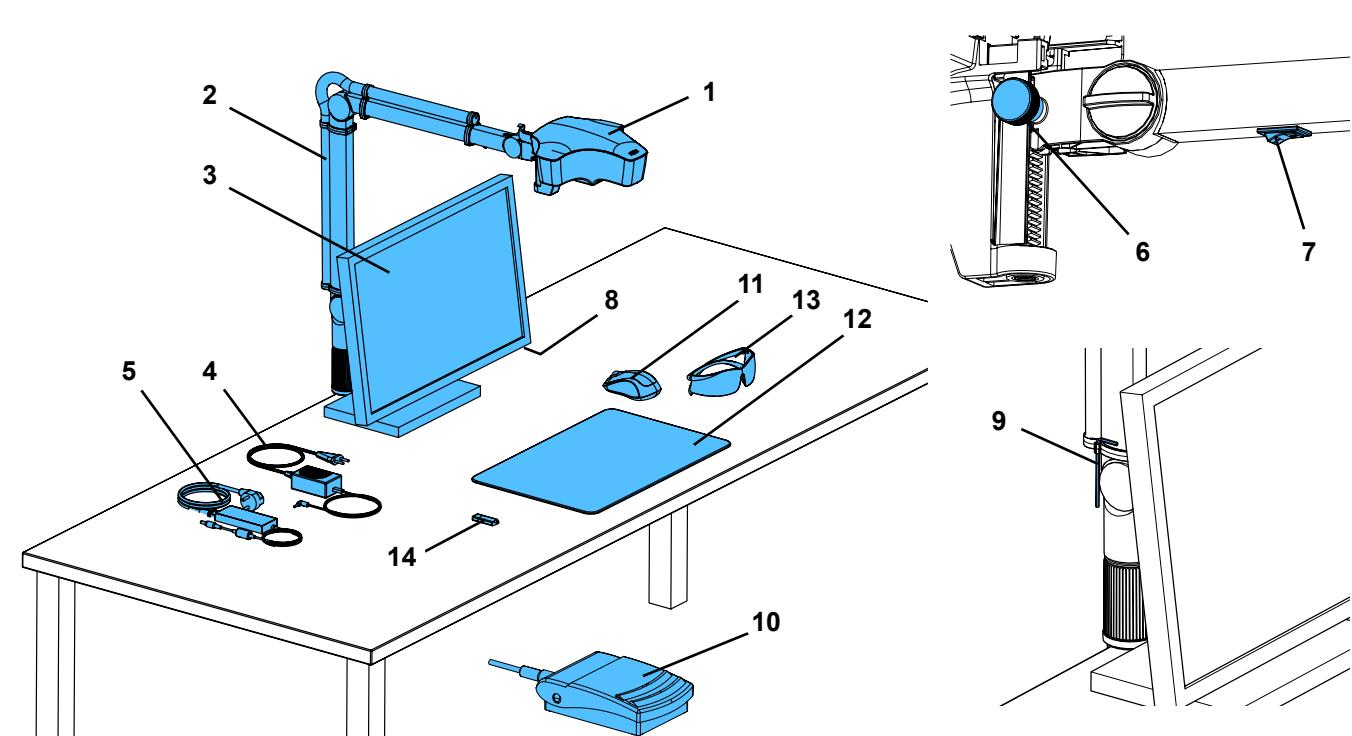

Fig. 1
- ⇒ Coloque el apoyo para la mesa (12, Fig. 1) sobre la mesa de trabajo.
- ⇒ Coloque el ratón (11, Fig. 1) al lado del apoyo de la mesa.
- Tornillo de fijación en el cabezal (31).
- Tornillo de apriete central (32).
- Tornillo de apriete en el pie (33).
- Tornillo de apriete (34) con herramienta adjunta (9, Fig. 1).
- Tornillo de apriete (35) con herramienta adjunta (9, Fig. 1).